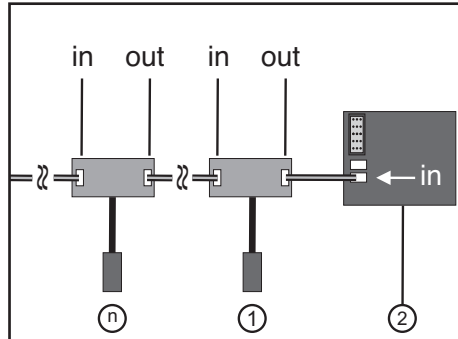

Afbeelding 7a
Voor de montage van de toerentalsensor moet u een magneet (afbeelding 7a, pos. 2) aan het roterende deel (vb. een velg – afbeelding 7a, pos. 1) bevestigen zodat de sensor van de toerentalsensor (afbeelding 7a, pos. 3) in een afstand kleiner dan/gelijk aan 2 mm kan voorbij glijden. Het hiervoor benodigde montage materiaal (geschikte lijm voor de magneet of vb. kabelbinders voor de sensorbevestiging) is niet bij de afstandsbediening inbegrepen en moet afzonderlijk worden aangekocht.